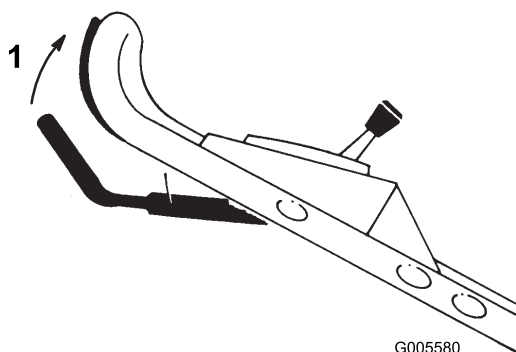

Bild 13
2. Halten Sie den Antriebsbügel zum Fahren gegen den oberen Handgriff gedrückt (Bild 13).
Sie können die Fahrgeschwindigkeit durch Erhöhen oder Reduzieren des Abstandes zwischen Antriebsbügel und Griff (Bild 13) wie folgt variieren: